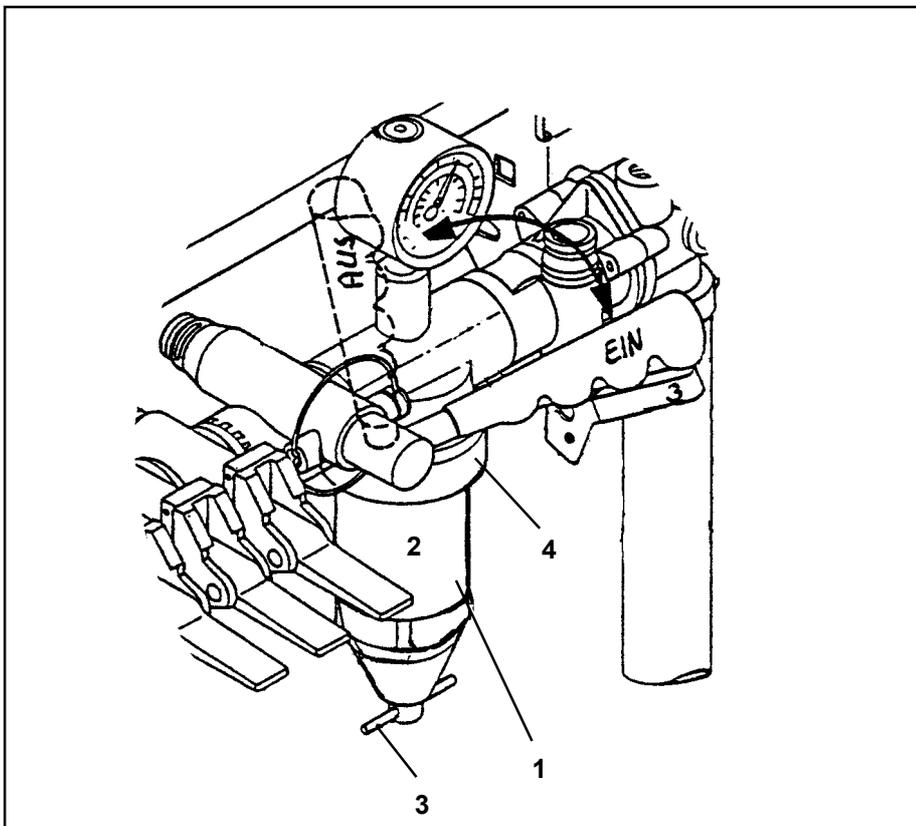

Fig. 7.8
- Ablassen der Flüssigkeit aus dem Filterbecher (Fig. 7.8/ 2) über die Ablassschraube (Fig. 7.8/ 3) (nur Bedienungsarmatur "BS").